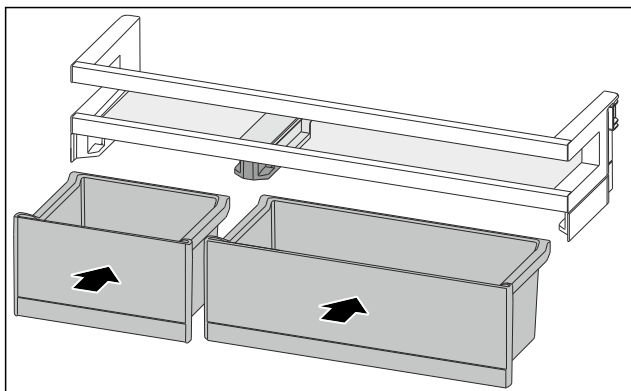

Fig. 194
- Τοποθετήστε τα VarioBox με την επιλεγμένη διάταξη. (βλέπε Fig. 194)